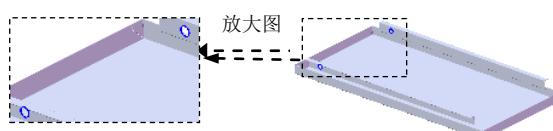
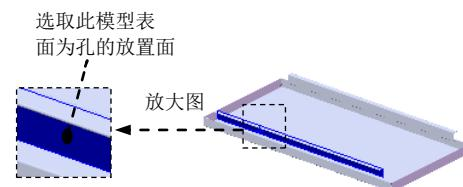

图 17.6.29 创建孔 1
图 17.6.30 定义孔的放置面
Step15. 创建图 17.6.29 所示的零件特征——孔 1。
(1) 选择下拉菜单 **插入(I)** → **特征(E)** → **孔(H)** → **简单直孔(S)…** 命令，系统弹出“孔”对话框。
(2) 定义孔的放置面。选取图 17.6.30 所示的模型表面为孔的放置面。
(3) 定义孔的参数。
① 定义孔的深度。在“孔”对话框的 **方向1** 区域的下拉列表中选择 **完全贯穿** 选项。
② 定义孔的直径。在 **方向1** 区域的 文本框中输入数值 8.0。
(4) 单击“孔”对话框中的 按钮，完成孔 1 的创建。